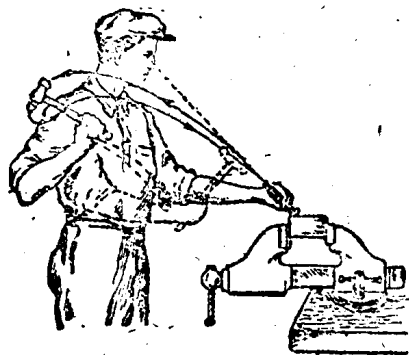

图20 凿削法
② 凿削时，应先将工作物夹在虎钳上，并使切削地位与虎钳的钳口在同一平面上，这样能使凿子凿削方向正确，凿子与工作物的倾斜角度应为 $25\sim 49^\circ$ 。当用锤击时，视力应注意凿子口端（如图20），不要注视锤击的地方，以免凿子滑出。开始时先用手锤轻击一下，查看工作物上的凿痕是否在正要切削的地方，然后才可锤击。